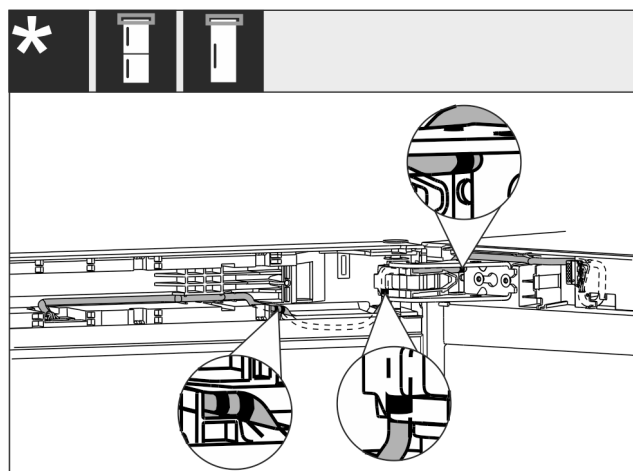

Fig. 39
- Кабель прокладається так, як показано на Fig. 39 () малюнку.